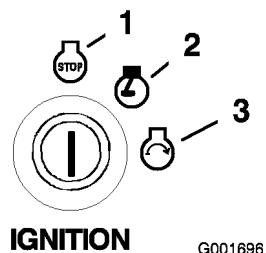

Figure 14
5. Tournez la clé de contact à la position de démarrage (Figure 14). Relâchez la clé quand le moteur démarre.
4. Tournez la clé de contact à la position contact coupé et retirez-la (Figure 14).